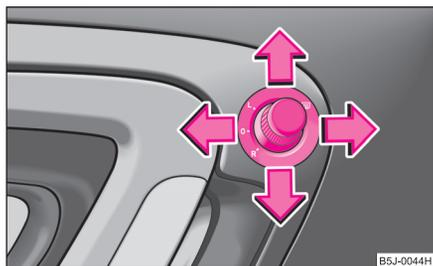

Abb. 44 Türinnenteil:
- Stellen Sie den Drehknopf in die Position **☐** ⇒ Abb. 44.